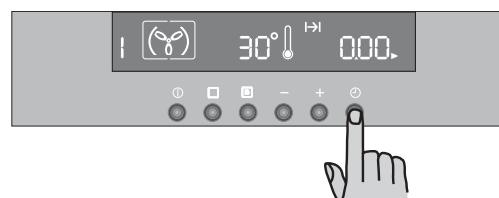

Рис. 12
- Нажмите кнопку , для того чтобы выбрать функцию "Продолжительность приготовления" (Рис. 12). Символ "Продолжительность приготовления"  начнет мигать, а на панели управления высветится "0.00".